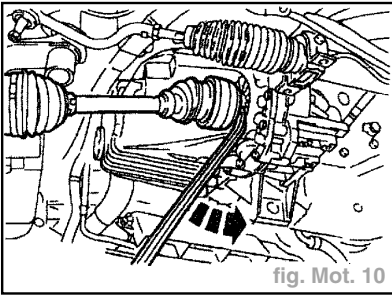

fig. Mot. 10
- Déposer l'arbre de roue avant gauche et le suspendre sur le côté (fig. Mot. 10) :